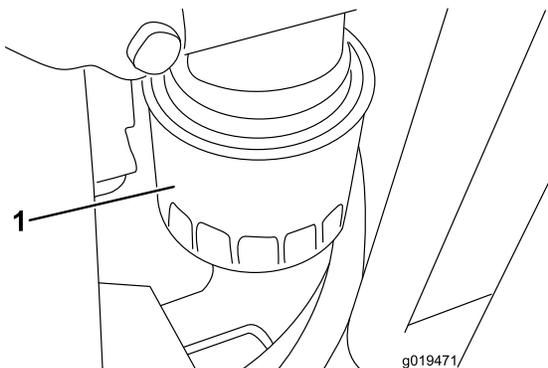

Figura 55
2. Retire el filtro de aceite (Figura 55). Aplique una capa ligera de aceite limpio al filtro nuevo antes de enroscarlo. No apriete demasiado.